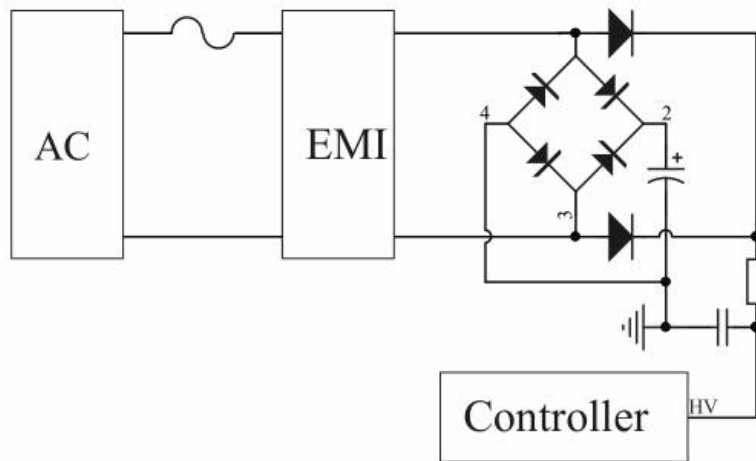

图 1：高压启动电路
DK045GD 包含多功能高压 (HV) 引脚。为达到快速启动，内部集成了高压启动电路，可以快速启动电源同时能够有效降低待机功耗，如图 1 所示，能够快速准确监测输入电压，在输入掉